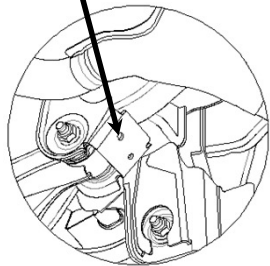

Figura 3
• En el Buick LaCrosse y el Cadillac XTS agrande el orificio posterior en el montaje de la suspensión del vehículo para aceptar un perno de 1/2. Ver Figura 3.
4. Instale los pernos de carruaje de 1/2" (4) en la placa de soporte del enganche.